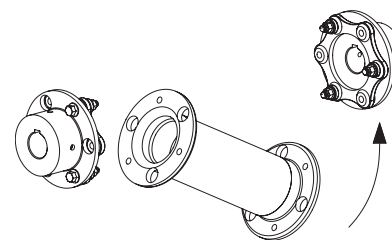

Figura 3 – Posicione o espaçador entre os cubos.
- 3.1. Posicione o espaçador entre os cubos, como mostrado na figura 3.